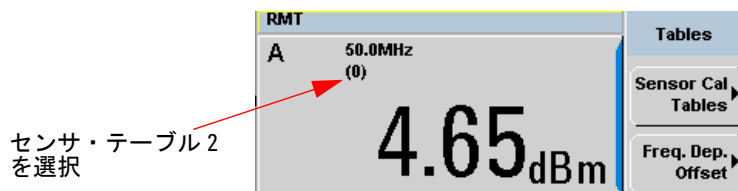

図 8-9 周波数依存オフセット・インジケータ
- 4 **Done** をもう一度押して、測定画面を表示します。図 8-9 に、選択されているオフセット・テーブルを示します。